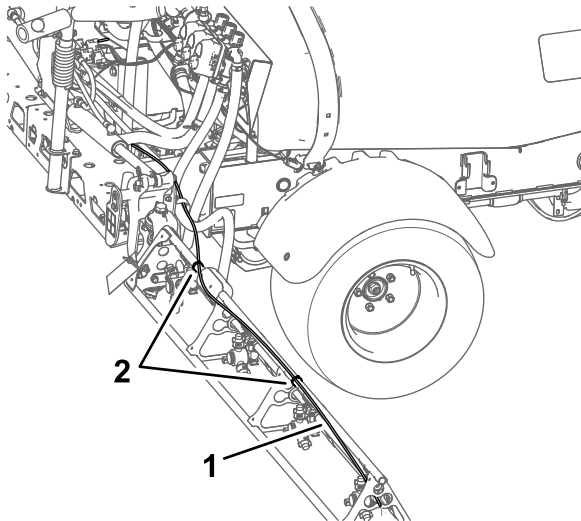

Figure 20
1. Retirez les attache-câbles qui fixent les tubes de liquide et d'air du kit traceur à mousse à la section de pulvérisation extérieure (Figure 20).